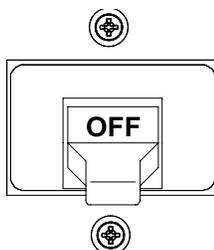

Figure 15. Disjoncteur principal (OFF)
3. **NE JAMAIS** démarrer le moteur avec le disjoncteur principal en position **ON**. Placez toujours le disjoncteur (Figure 15) en position **OFF** avant de démarrer.